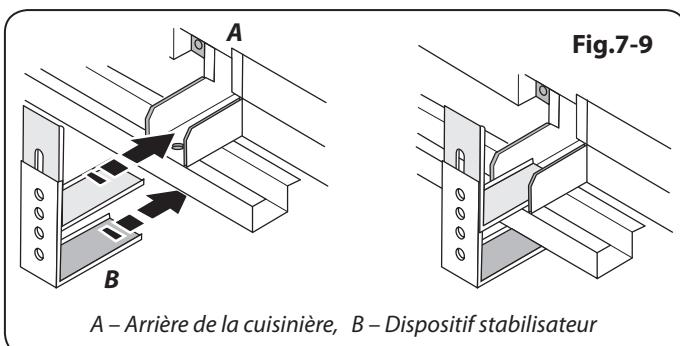

Fig.7-9
8. Mesurez la hauteur entre le niveau du sol et le bord de prise à l'arrière de la cuisinière. Ajoutez 3 mm à cette cote et montez l'équerre stabilisatrice à cette hauteur (entre le niveau du sol et le revers du membre supérieur), et vérifiez que l'équerre ne gêne pas le brûleur du four (**Fig.7-9**).